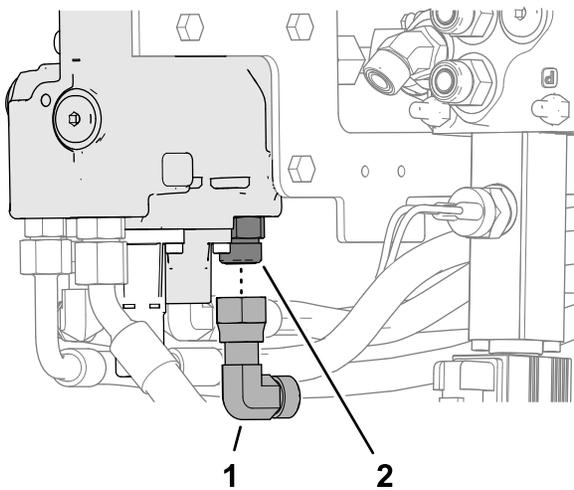

Рисунок 18
- Установите, не затягивая, прямоугольный штуцер на прямой штуцер в отверстии Т клапана стрелы погрузчика (Рисунок 18).